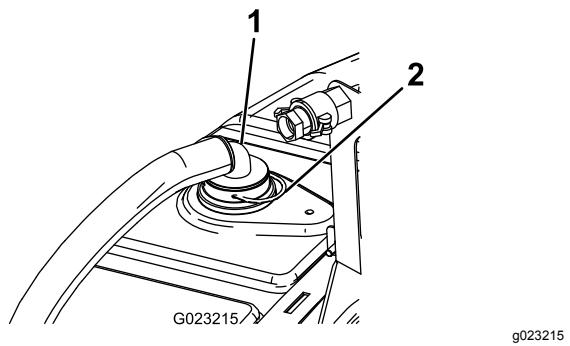

Figura 17
1. Instale a extremidade do tubo com a união de 90° ao anteparo previamente instalado, utilizando um pino de fixação (Figura 17).